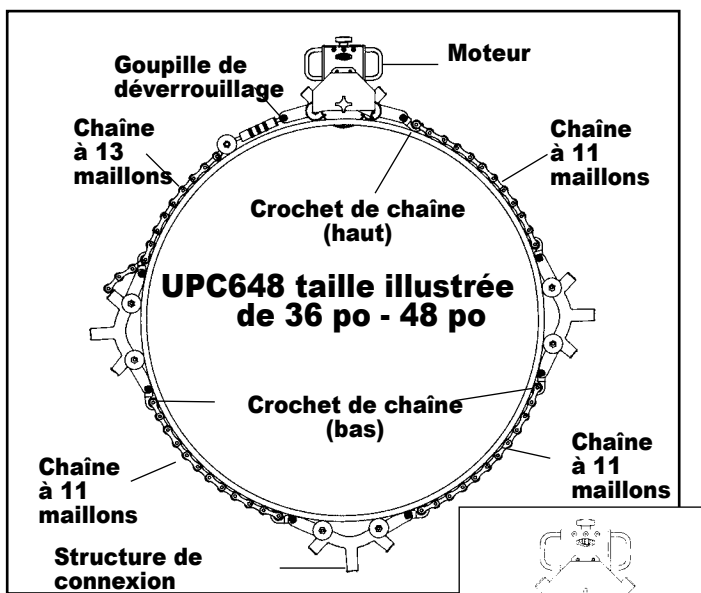

FIG. 5
- Raccordez l'ensemble de chaîne de 13 maillons, et de tendeur au moteur avec une goupille de déverrouillage. Étendre le tendeur dans la position la plus externe. (Fig. 5)
6. En cas de découpe d'un tuyau qui requiert des structures de fixation et des chaînes à 11 maillons (UPC636 et UPC648), montez au préalable les crochets de chaîne sur les structures de fixation en aluminium, crochets orientés vers le bas. Revenez à l'étape 5 en veillant à placer les structures de connexion à une **distance égale** du groupe moteur. (Fig. 5)